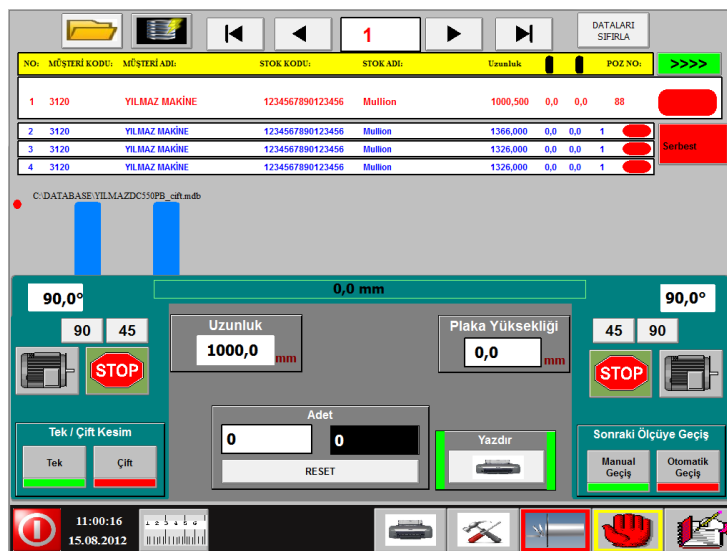

РИСУНОК 26
7.9.2 Страница, которую вы видите на экране- страница нарезки (РИСУНОК 26)